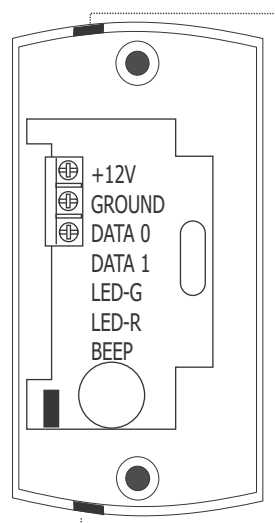

Fig. 2
- Retirer la fine languette dans le boîtier du lecteur, sur le côté d'où doit sortir le câble de raccordement, et passer le câble dans l'orifice (Fig. 2).